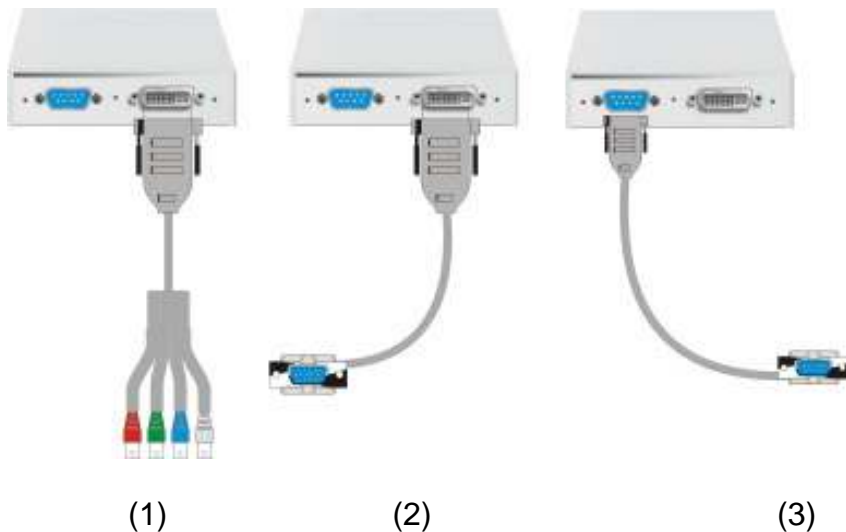

Bild 4 Anschlussmöglichkeiten für RGB an DVI (1), VGA an DVI (2) und TTL an EGA, CGA und MDA (3) Schnittstelle
3. **RGB:** Verbinden Sie die Graphikquelle mit Hilfe des mitgelieferten 4xBNC to DVI Adapters mit dem Eingangssteckverbinder wie in Bild 4 dargestellt.
VGA: Verbinden Sie die Graphikquelle mit Hilfe des optional erhältlichen VGA auf DVI-I Kabels wie in Bild 4 dargestellt.
TTL: Verbinden Sie die Graphikquelle mit Hilfe des mitgelieferten Datenkabel DSUB 9pol St/Bu wie in Bild 4 dargestellt.